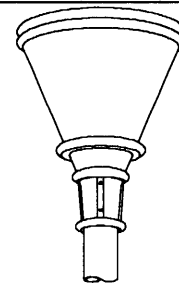

図4
- ⑦ 再び上蓋を器具にかぶせ、上蓋固定ねじでしっかり固定してください。(図4)